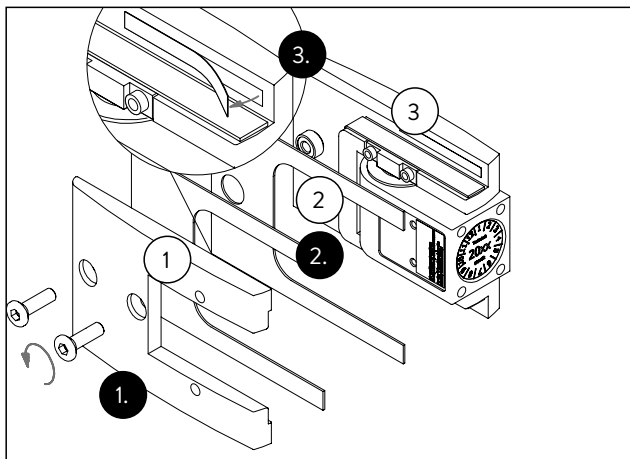

Abb. 14 Vorbereitung des Pendeltürbands
1. Die Gegenplatte (Abb. 14/1) abschrauben.
2. Die passenden Zwischenlagen (Abb. 14/2) nach der Glasdicke auswählen (siehe Kapitel 4.1).
3. Die Schutzfolien der Klebestreifen auf der Trage- und der Gegenplatte (Abb. 14/3) abziehen.